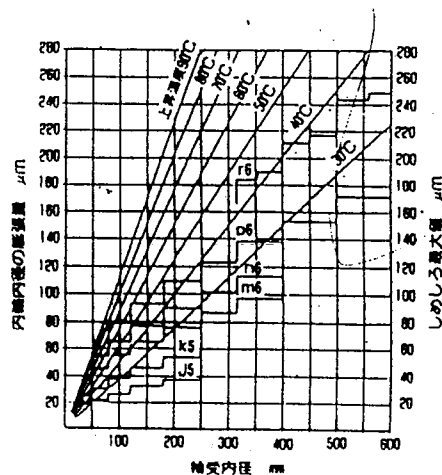

図17
(2) 熱ばめの場合
- a. 中・大形軸受の場合には熱ばめが便利である。熱ばめの加熱温度は、軸受寸法と所要のしめしろにより図17から選択すればよい。この場合、軸受の温度は120°Cを超えてはならない。